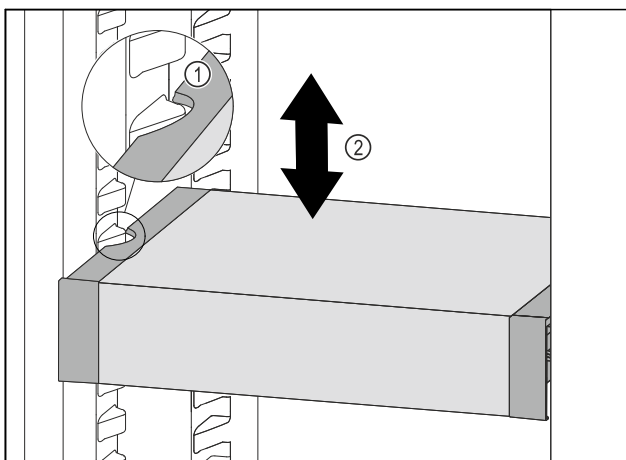

Fig. 121
- ▶ VarioSafe nach vorne ziehen, bis sich die seitlichen Aussparungen des VarioSafes auf Höhe der Behälterrippe im Kühlteil befinden. Fig. 121 (1)
- ▶ VarioSafe im Kühlteil nach oben oder unten bewegen, bis gewünschte Höhe erreicht ist. Fig. 121 (2)